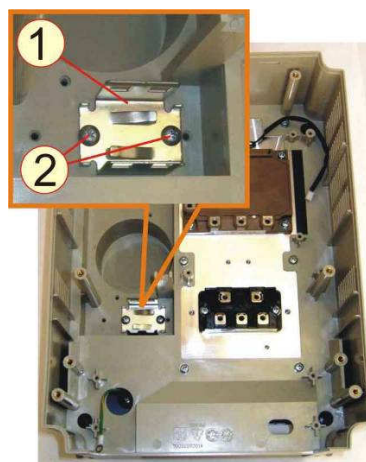

Рис.7.26
**7.15.1** Взять скобу 1, установить в корпус, вкрутить два самонарезающих винта 2 (рис.7.26).